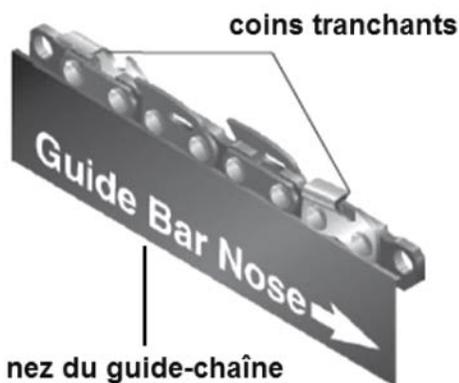

Fig. 20
4. Placer la chaîne neuve autour du pignon d'entraînement, le long de la rainure supérieure du guide-chaîne, et autour du nez du guide-chaîne. Note: S'assurer que les tranchants de la chaîne sont tournés dans le bon sens. Positionner la chaîne de manière que les tranchants se trouvant sur le haut du guide-chaîne soient tournés vers le nez du guide-chaîne (**voir fig. 20**).